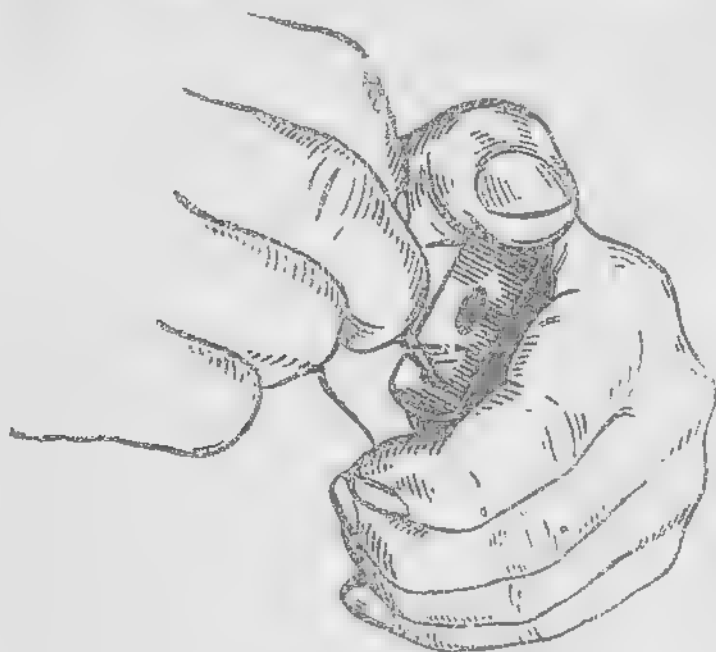

Рис. 83. Как утопить задержку крышки.
5) **разобрать магазин:** взяв магазин в левую руку крышкой кверху и задней стенкой к ладони, заточенным концом спички (палочки) утопить задержку крышки (рис. 83) и од-